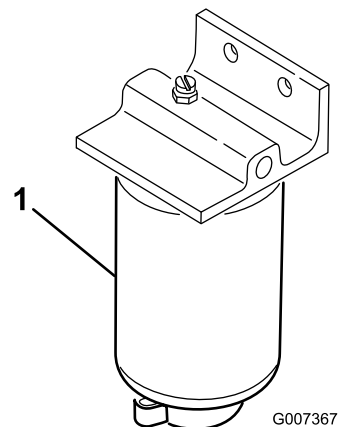

図 41
2. フィルタ容器 (図 41) の周辺をウェスできれいにぬぐう。
4. フィルタのドレン・プラグとブリーザ・バルブを開く (図 41)。